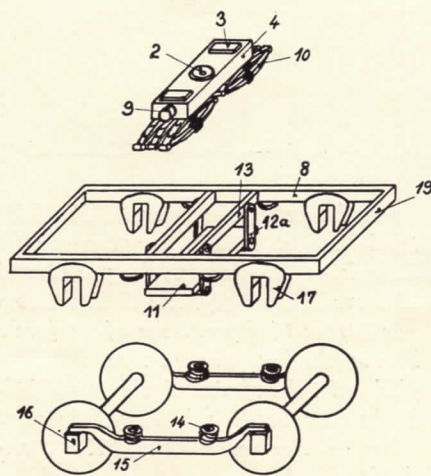

Fig. 1
På skitsen fig. 1 er den almindelige anvendt bogie tegnet ud i sine hoveddele. Nederst ser man hjulsættene med akselkasserne (16). Akselkasserne bærer to og to de såkaldte svanehalse (15), hvorpå skruefjedrene er anbragt i skåle såvel på svanehalsene som på vangerne.
Øverst på fig. 1 er vist svingbjælken (4). Denne hviler på saksfjedrene (10), hvis underside ved bogiens samling ligger an mod fjederplanken (11).